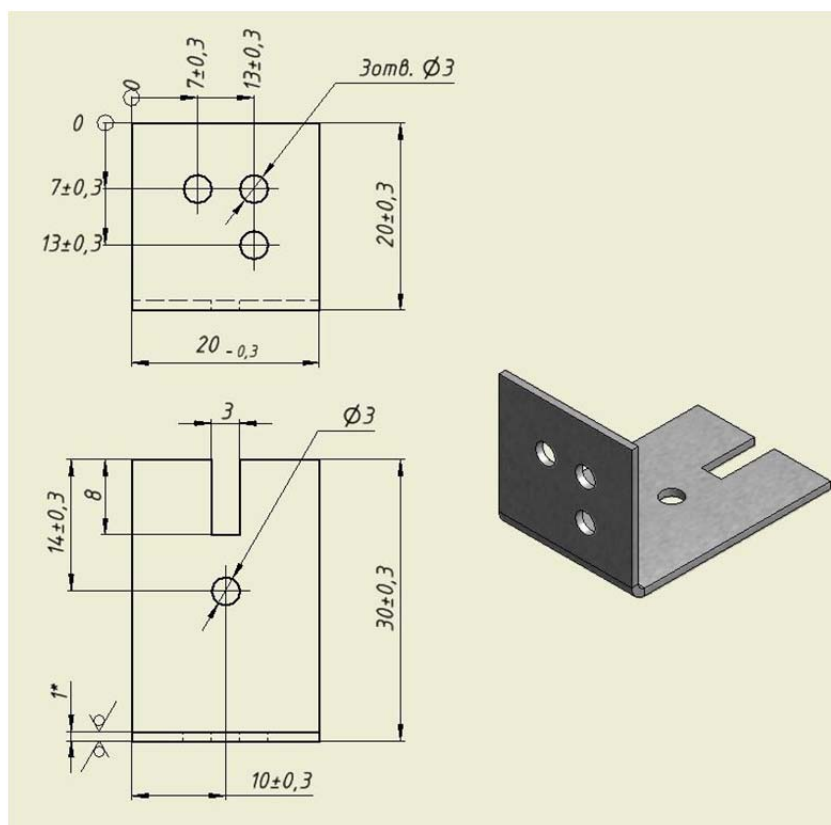

Рис. 2.5 Габаритные и установочные размеры угольника
- 2) Закрепить линзы ВОД в отсеках ячейки. Крепление ВОД осуществляется с помощью входящих в комплект поставки угольников, пластиковых стяжек и заклепок (саморезов). Габаритные и установочные размеры угольника приведены на Рис. 2.5.